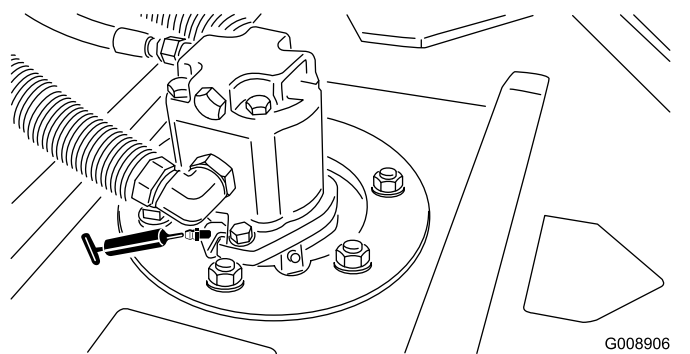

Рисунок 77
- Подшипники шпинделя режущего блока (по 2 шт. на режущий блок)—Рисунок 77